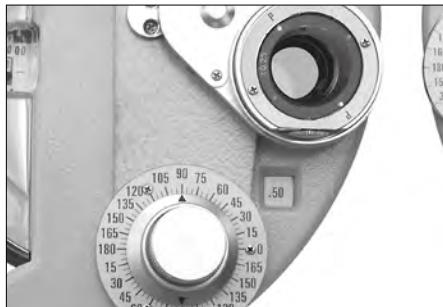

图33
(1) 设定交叉柱镜 ⑯ 在王先生的右眼前，同时将旋转钮 ⑯ 轴向与柱镜轴向调成一致。(见图 33)